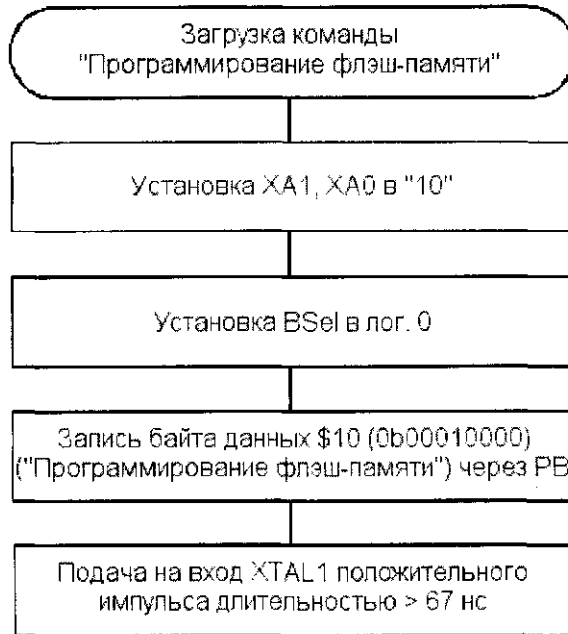
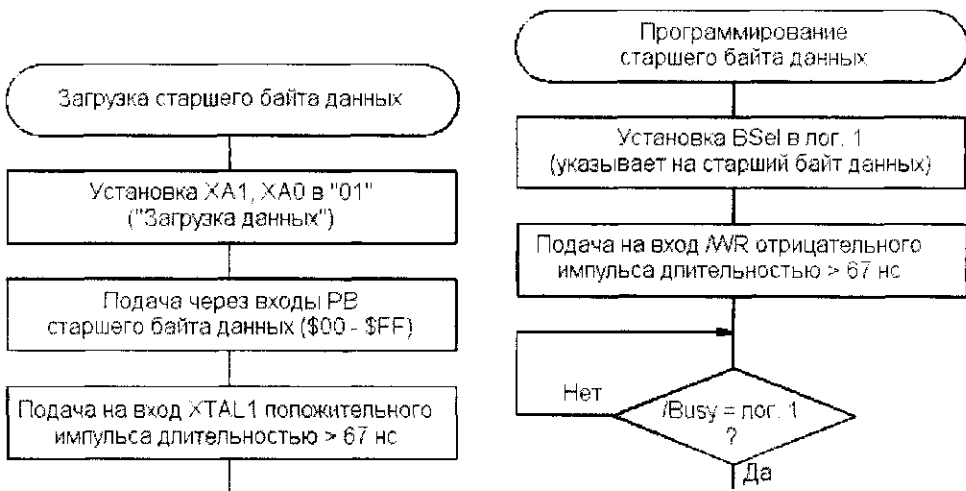

Рис. 11.6. Последовательность действий для загрузки команды программирования
Рис. 11.9. Последовательность действий для загрузки и программирования старшего байта данных
На рис. 11.6 – рис. 11.9 показана последовательность действий, которые необходимо выполнить для загрузки команд, адресов и данных, а также для самого процесса программирования.
1. Загрузка команды $0001\ 0001_b$ (11_b) в соответствии с табл. 11.4. Ход действий аналогичен загрузке команды программирования (см. рис. 11.6).
1. Загрузка команды $0100\ 0000_b$ (40_n) в соответствии с табл. 11.4. Ход действий аналогичен загрузке команды программирования (см. рис. 11.6).
1. Загрузить команду $0010\ 0000_b$ (20_n) в соответствии с табл. 11.4. Ход действий аналогичен загрузке команды программирования (см. рис. 11.6).
1. Загрузить команду $0000\ 0100_b$ (04_h) в соответствии с табл. 11.4. Ход действий аналогичен действиям при загрузке команды программирования (см. рис. 11.6).
1. Загрузить команду $0000\ 1000_b$ (08_h) в соответствии с табл. 11.4. Ход действий аналогичен последовательности при загрузке команды программирования (см. рис. 11.6).